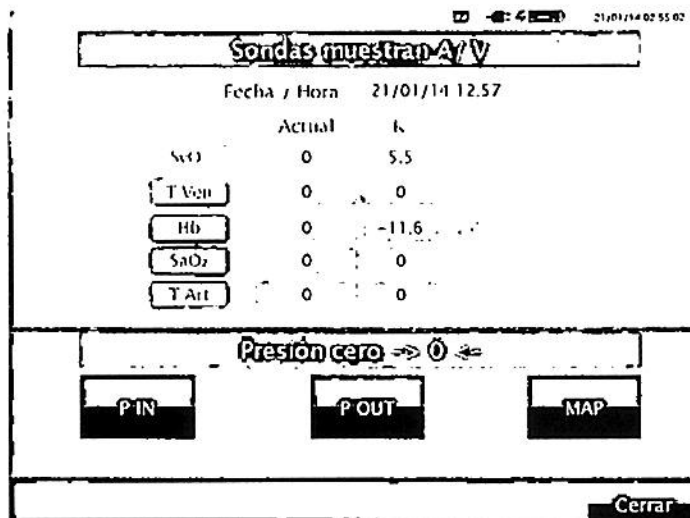

Figura 28: Pantalla de visualización de "Valores K" y "CERO PRESIÓN"
- En la figura 28 se efectúa la calibración de los sensores de presión, es decir, del cero.